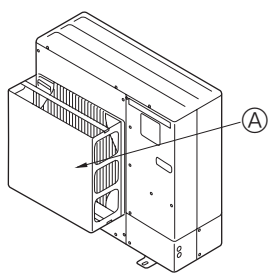

Fig. 2-3
- ② Montera en extra luftledare om enheten installeras på en plats där kraftig vind från tyfoner osv kan komma direkt in i luftutblåset. (Fig. 2-3)